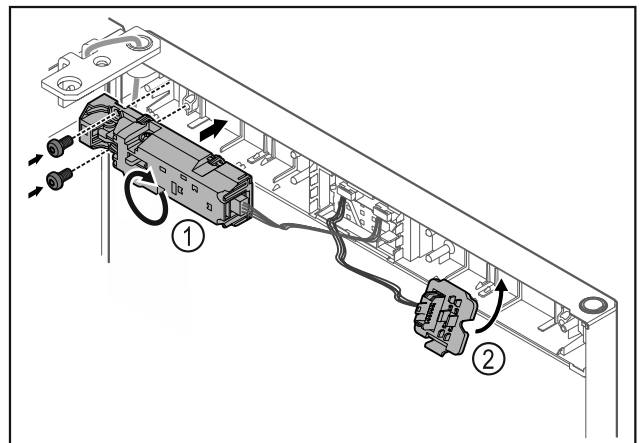

Fig. 19
- Tourner la serrure électrique Fig. 19 (1) à 180° et la placer de l'autre côté.
- Accrocher le support de connecteur Fig. 19 (2) de l'autre côté.